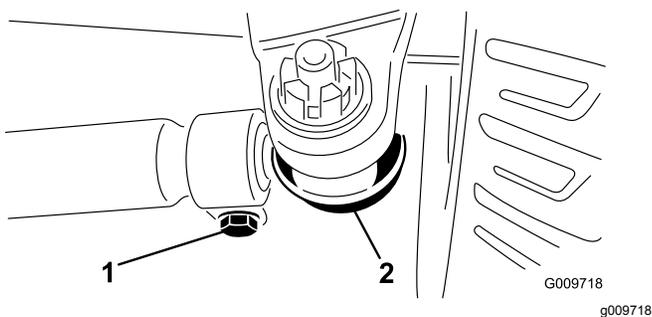

Figura 64
2. Para ajustar la distancia, retire la chaveta y la tuerca de cualquiera de las articulaciones esféricas de la biela. Retire la rótula de la biela del soporte de la caja del eje (Figura 64).
3. Afloje las abrazaderas en ambos extremos de las bielas (Figura 64).